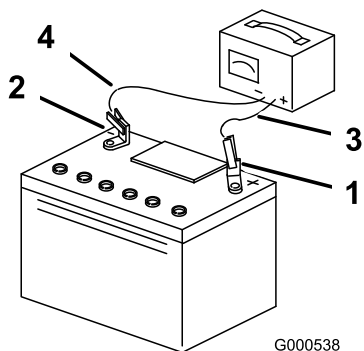

Figura 57
3. Quando a bateria estiver totalmente carregada, desligue o carregador da tomada elétrica e em seguida desligue os cabos do carregador dos bornes da bateria (Figura 57).